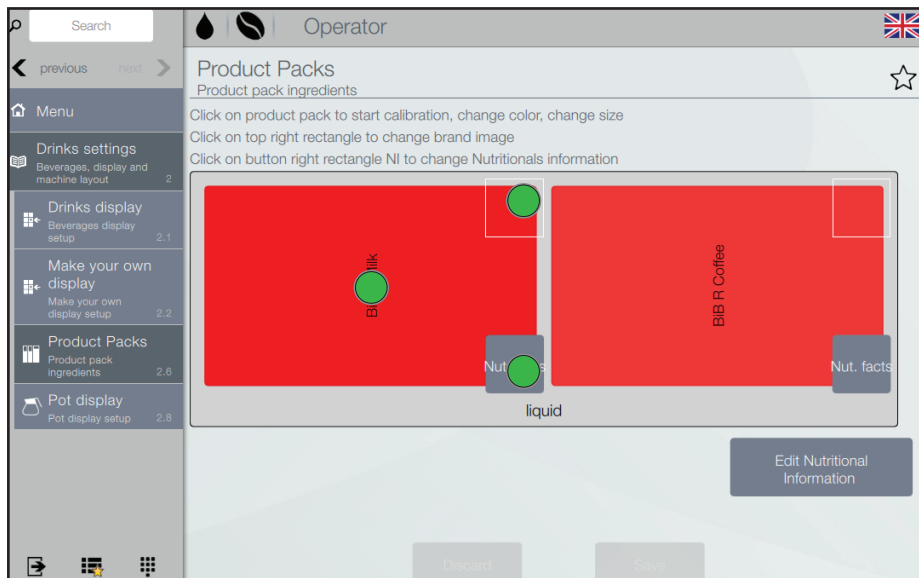

Рис. 6.10 - Упаковки продукта
- Коснуться требуемой упаковки продукта на экране (рис. 6.10) для